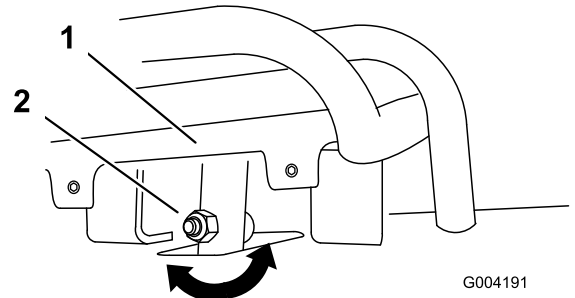
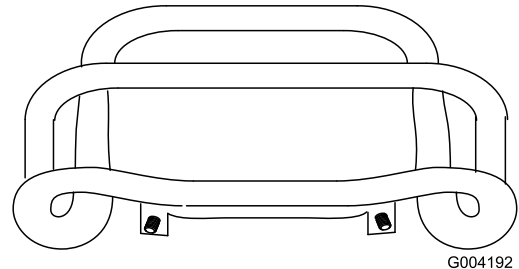

Figura 55
Figura 56
alla barra di riferimento, allentate il dado e imbullonate lo stelo del comando della trazione (Figura 55).
5. Regolate il comando della trazione in modo che rimanga a filo con la barra di riferimento quando viene tirato all'indietro (Figura 55 e Figura 56).
- C. Allentate il dado flangiato e il bullone nello stelo del comando della trazione (Figura 55).
- I. Regolate il comando della trazione in modo che rimanga a filo con la barra di riferimento quando viene tirato all'indietro (Figura 55 e Figura 56).